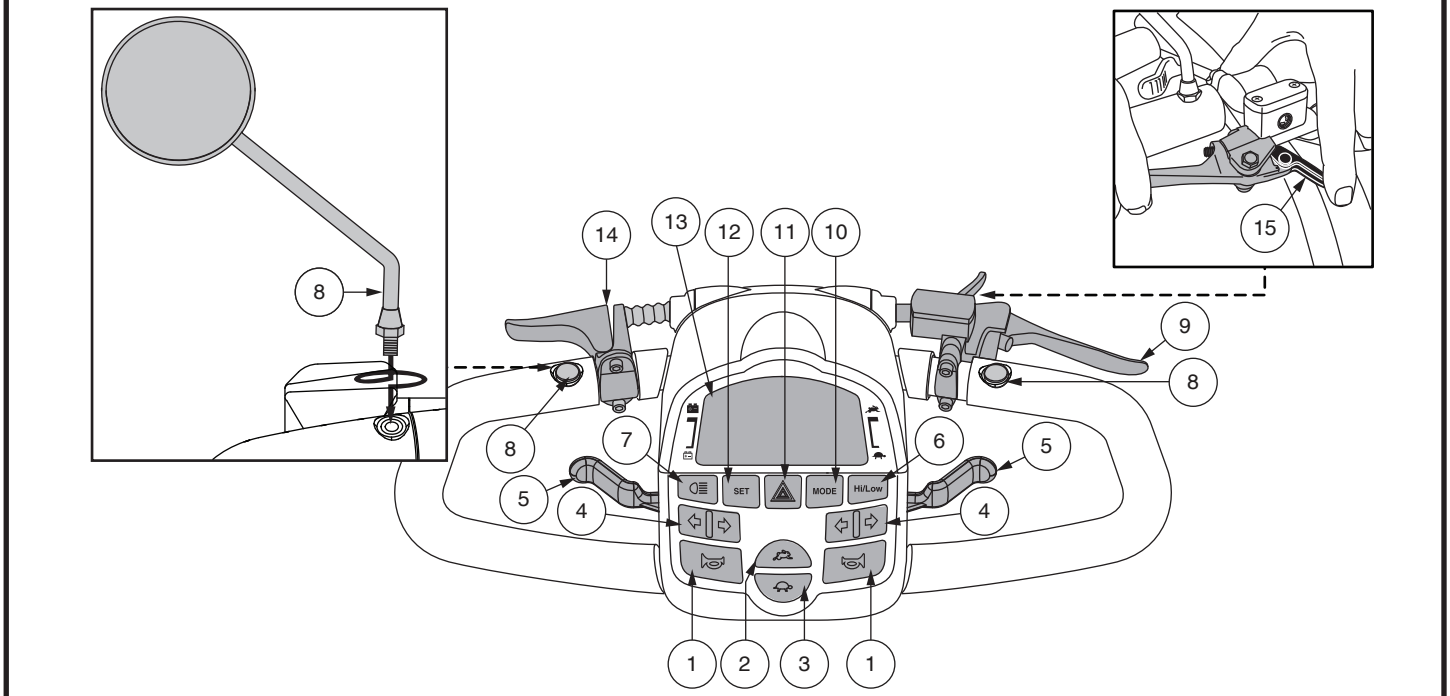

Figure 1. Panneau de commande LCD
Le tableau de bord et le guidon inférieur comprennent toutes les commandes nécessaires pour conduire votre véhicule, y compris le panneau de commande LCD, les leviers d'accélérateur, la clé de contact et le commutateur du levier d'accélérateur. Voir la figure 1.
Ces leviers vous permettent de contrôler la vitesse avant et arrière de votre VMP jusqu'à la vitesse maximum déterminée par les boutons de réglage de la vitesse. Un levier d'accélérateur se trouve sur la partie inférieure des côtés gauche et droit du guidon. **Voir la figure 1.**
- Appuyer une fois sur le bouton **Hi-Lo** pour fixer le réglage de la vitesse à Hi. L'indicateur Hi-Lo s'affiche sur l'écran LCD. **Voir la figure 1.** L'utilisation de ce paramètre en conjonction avec les boutons de réglage de la vitesse permet au véhicule d'atteindre des vitesses jusqu'à la vitesse maximale préprogrammée pour le véhicule.
Le panneau de commande LCD vous donne des informations intuitives via l'écran LCD. Voir la figure 1. L'écran LCD est également utilisé lors de la configuration initiale (activation) des différents paramètres du panneau de commande.
**NOTE:** Pour programmer les paramètres du panneau de commande, le voyant haut-bas doit être éteint et le voyant de vitesse maximale doit être réglé à son maximum. Voir la figure 1.